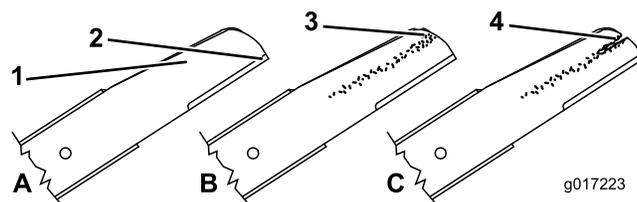

Figure 30
1. Examinez le tranchant des lames (Figure 30). Si elles ne sont pas tranchantes ou présentent des indentations, déposez les lames et affûtez-les ou remplacez-les.
2. Inspectez les lames, surtout la partie relevée (Figure 42). Remplacez immédiatement toute lame endommagée, usée ou qui présente une entaille (Figure 30).